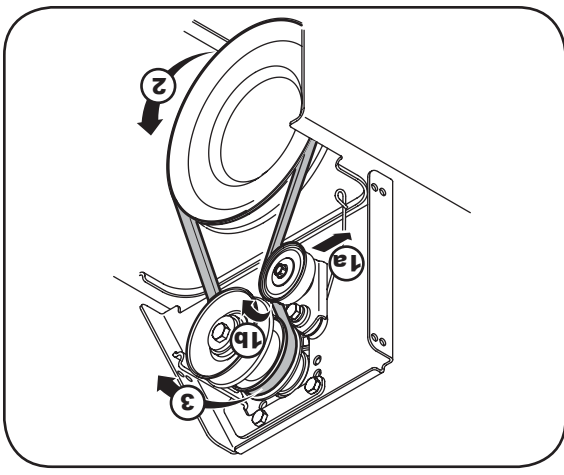

Figure 6-11
- b. Dégagez la courroie de la poulie de tension. Voir la Figure 6-11. Relâchez la poulie de tension doucement.